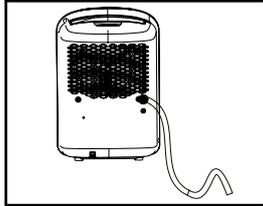

Fig. 6: Do not block water flow by a rise
4. Procure que el tubo de desagüe baje siempre para asegurar que el agua pueda salir sin obstrucciones. Evite montar el tubo de desagüe como indicado en la ilustración. (fig. 6 + 7).